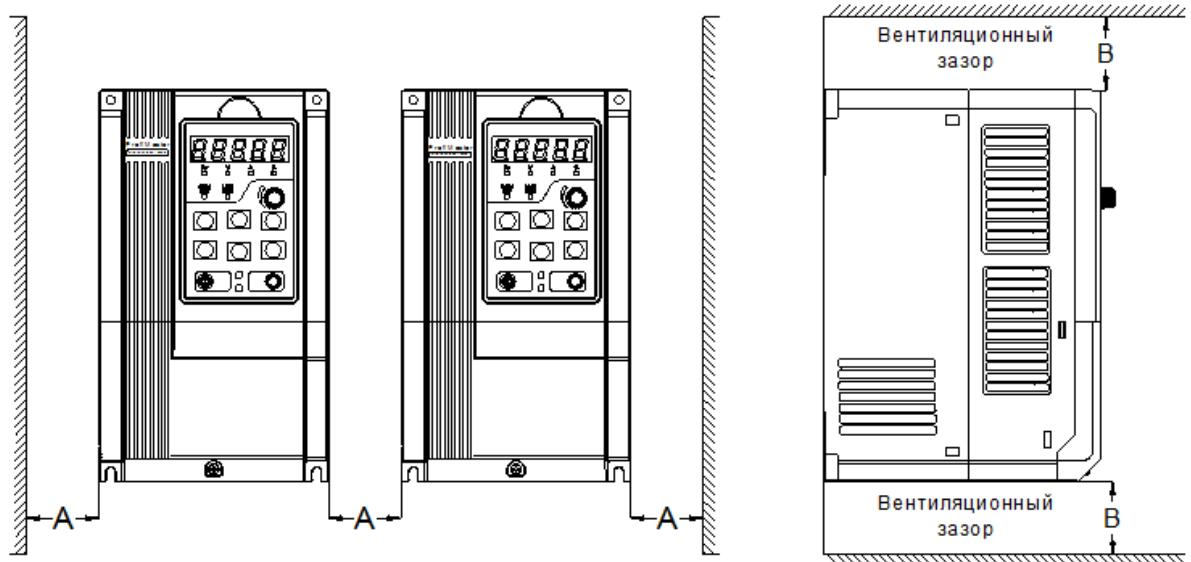

Рис. 3-3. Требования к ориентации и зазору при монтаже нескольких ПЧ один возле другого
a. Снятие клеммной крышки: ослабить невыпадающие винты крышки, показанные на Рис. 3-3, затем снять клеммную крышку в направлении, показанном на рисунке ниже.
b. Установка клеммной крышки (см. Рис.3-3): вставить верхнее крепление клеммной крышки в паз, расположенный в верхней части корпуса, в направлении 1, а затем надавить на два нижних крепления клеммной крышки в направлении 2 до защелкивания в соответствующих пазах, расположенных в верхней части корпуса, после чего затянуть винты, показанные на Рис. 3-3.
d. Демонтаж клеммной крышки: ослабить невыпадающие винты крышки, показанные на Рис. 3-3(d), затем снять клеммную крышку в направлении, показанном на рисунке ниже.